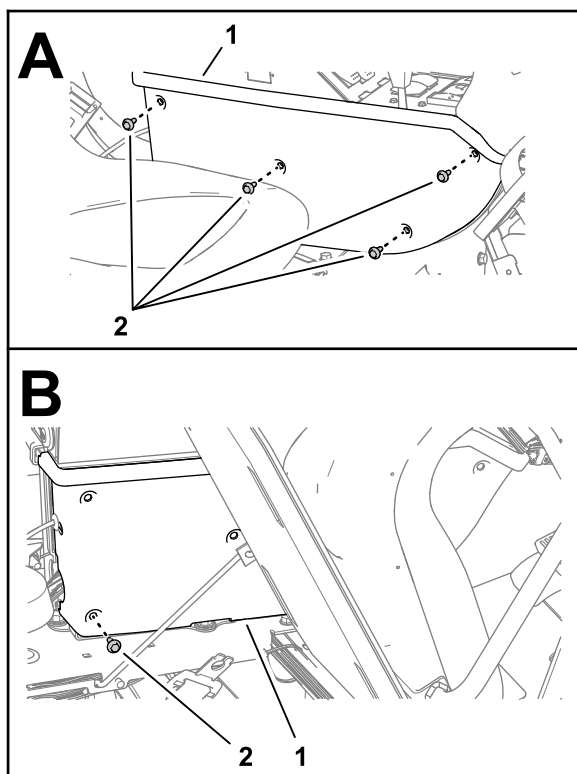

Figura 110
3. Monte el panel lateral en el bastidor de la consola (Figura 110) con 4 tornillos con arandela prensada ($1/4" \times 3/4"$).
4. Incline el asiento hacia adelante e instale el tornillo con arandela prensada trasero inferior (Figura 110).